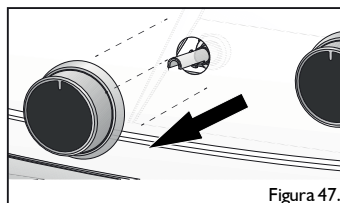

Figura 47.
- Retire las perillas que controlan el paso halándolas con cuidado (Ver figura 47).